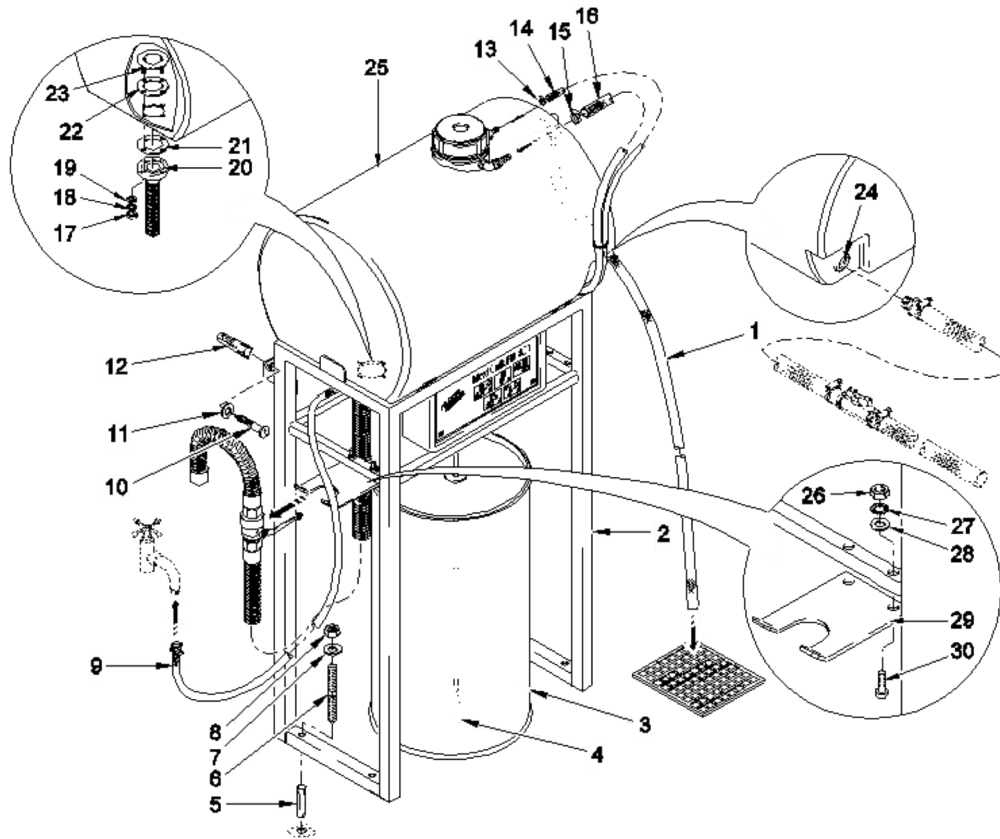

Abb. 4: Montage und Anschlussübersicht
3. Die Dübel (☞ *Kapitel 5 „Auspacken, Montage und Anschluss“ auf Seite 23, Abb. 4, Pos. 12*) für die Wandbefestigung in die Bohrlöcher einsetzen.
4. Die Verbundanker-Patronen (Abb. 4, Pos. 5) in die Bohrlöcher am Boden einführen und die Gewindestangen (Abb. 4, Pos. 6) setzen.
5. Nach der vorgeschriebenen Aushärtezeit, das Gestell in die Gewindestangen einsetzen und mit Muttern (Abb. 4, Pos. 8) und Scheiben (Abb. 4, Pos. 7) am Boden festschrauben.
6. Das Gestell mittels Schrauben (Abb. 4, Pos. 10) und Scheiben (Abb. 4, Pos. 11) an der Wand festschrauben.
7. Den Vorratstank auf das Gestell setzen und die Schlauchanschlüsse gemäß ☞ *Kapitel 5 „Auspacken, Montage und Anschluss“ auf Seite 23 und Abb. 4.*
2. ► Die vier Muttern (☞ *Kapitel 5.3 „Anschluss“ auf Seite 25*, Abb. 4, Pos. 17) mit Zahnscheiben (Abb. 4, Pos. 18) und Scheiben (Abb. 4, Pos. 19) von den Gewindebolzen des Gegenringes (Abb. 4, Pos. 24) abschrauben.
3. ► Den Füllschlauch-Flansch (Abb. 4, Pos. 20) gemeinsam mit dem Dichtring (Abb. 4, Pos. 21) unter Verwendung der o.a. Muttern und Scheiben an den Gegenring (Abb. 4, Pos. 23) anschrauben.
3. ► Die Wasserzuleitung (☞ *Kapitel 5.3 „Anschluss“ auf Seite 25*, Abb. 4, Pos. 16) unter Verwendung einer Schlauchschelle (Abb. 4, Pos. 15, im Beipack) an den Tank anschließen.
4. ► Die Produktleitung (Abb. 4, Pos. 14) unter Verwendung einer Schlauchschelle (Abb. 4, Pos. 13, im Beipack) an den Tank anschließen.
5. ► Das Schlauchende des Überlaufschlauches (Abb. 4, Pos. 1) in einen geeigneten Ablauf führen.
1. Die Verschlusschraube (↪ *Kapitel 5.3 „Anschluss“ auf Seite 25*, Abb. 4 Pos. 24) entfernen.